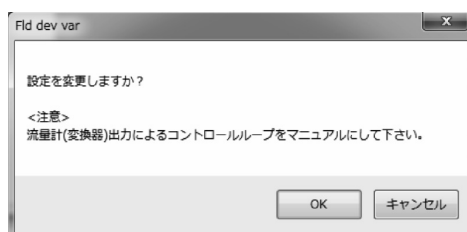

図28
- ⑤ 温度(Temp)は温度単位、温度ダンピングを設定することができます。
- ⑥ それぞれの項目を設定します。右側に矢印がある項目については右側の矢印をクリックしてドロップダウンリストの中から選択、その他の項目については直接数値を入力して下さい。
- ⑦ 全て設定が完了したら「OK」ボタンをクリックします。クリックすると、メッセージボックス(図28)が表示されます。